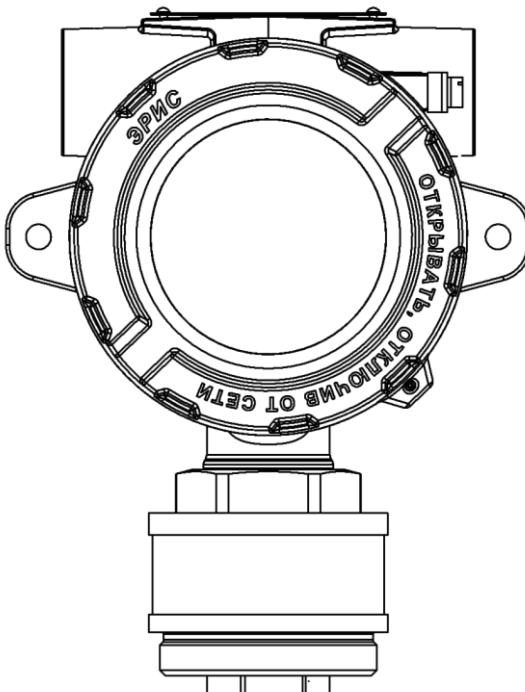

Рисунок 12 – Газоанализатор без влагозащитной насадки
- Снять влагозащитную насадку с газоанализатора (рис. 12);